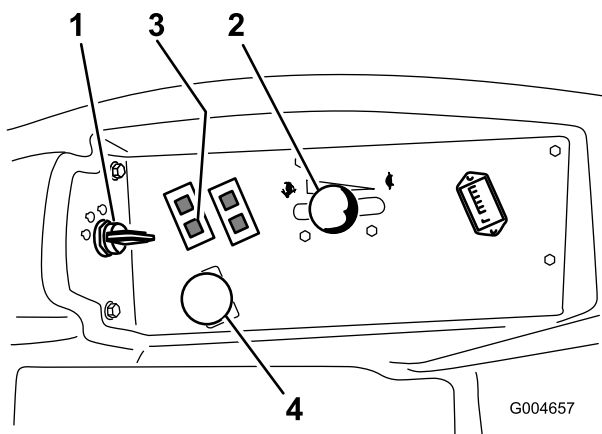

Figure 15
4. Placez la commande de prise de force (PDF) en position désengagée (Figure 15).
5. Réglez la commande d'accélérateur à mi-course entre les positions bas et haut régime (Figure 15).